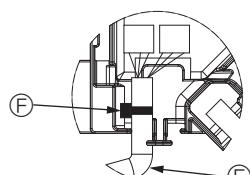

Fig. 10-10
- Panel kanatçık motor kablosunu tespit eden bandı konektör kutusuna şemada gibi yerleştirin. (Fig. 10-10)